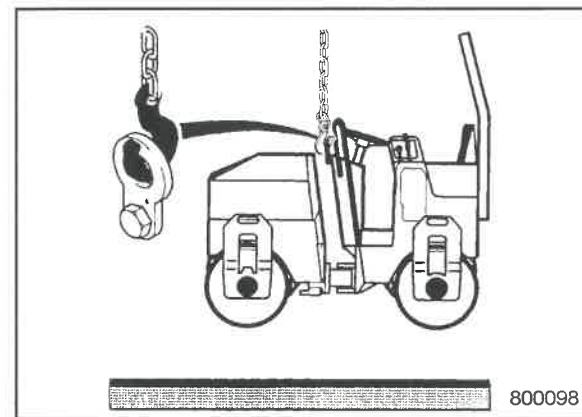

Fig. 82
- Per sollevare la macchina, utilizzare la sospensione centrale (Fig. 82).